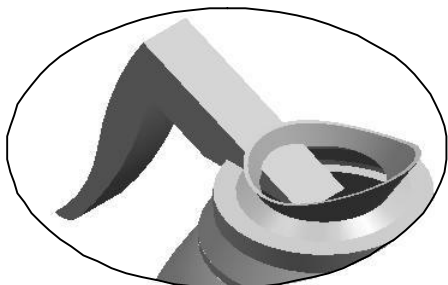

图4-20
18. 选择前两步绘制的草图轮廓，在【成形特征】工具条中单击【拉伸】按钮，弹出【拉伸】对话框。在【选择步骤】栏中选择【求和】选项，然后在【起始】下拉列表中选择【对称值】选项，在【起始】输入框中输入“12”，最后单击 **确定** 按钮创建拉伸特征，结果如图 4-20 所示。